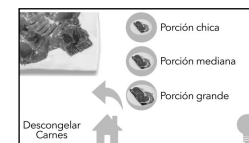

Figura 11
1. Oprima el icono de **Descongelar** (Figura 11).